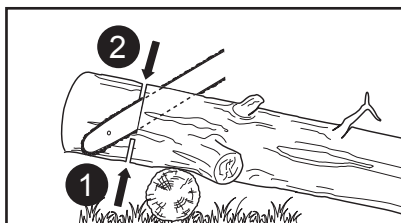

Fig. 31
2. Cuando el tronco está apoyado en un extremo (Fig. 31), corte 1/3 del diámetro de la parte inferior (seccionamiento inferior). A continuación, realice el corte final haciendo un seccionamiento superior que se encuentre con el primer corte.